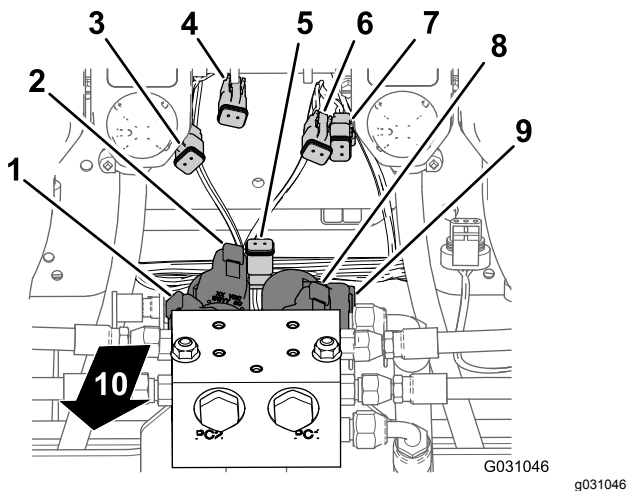
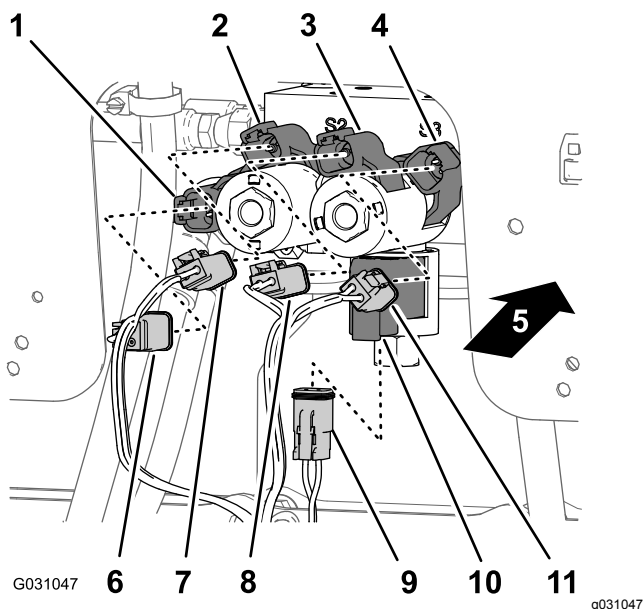

Figura 131
Figura 132
1. Na parte inferior do coletor do cilindro de elevação, ligue o conector de 2 tomadas da cablagem traseira identificado **Solenóide de ativação** (Enable Solenoid) no conector de 2 pinos para o solenóide de ativação (Figura 131 e Figura 132).
- No solenoide inferior direito, ligue o conector de 2 tomadas da cablagem traseira identificado como **Inferior direito** (Right Down) no conector de 2 pinos para o solenoide inferior direito (Figura 131 e Figura 132).
- No solenoide superior direito, ligue o conector de 2 tomadas da cablagem traseira identificado como **Superior direito** (Right Up) no conector de 2 pinos para o solenoide superior direito (Figura 131 e Figura 132).
- No solenoide inferior esquerdo, ligue o conector de 2 tomadas da cablagem traseira identificado como **Inferior esquerdo** (Left Down) no conector de 2 pinos para o solenoide inferior esquerdo (Figura 131 e Figura 132).